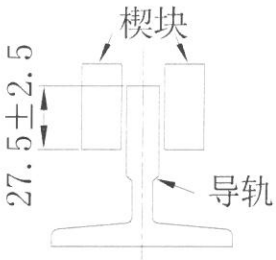

图 3
2.2.2.楔块与导轨的啮合距离为 $27.5 \pm 2.5 \text{mm}$ (图 3)。